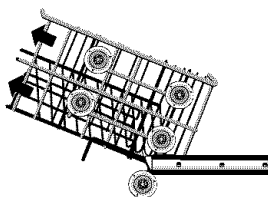

Figure 6/Illus. 6
- 1) Remove the empty upper rack by pulling it out of the dishwasher to the point that it can be lifted upward, as shown in Figure 6.
- 1) Enlever le panier supérieur vide en le tirant hors du lave-vaisselle jusqu'au point où il peut être soulevé, comme à la figure 6.
- 1) Desprenda el estante superior vacío por medio de jalarlo fuera de la lavadora hasta que pueda levantarlo, tal como muestra la Ilustración 6.